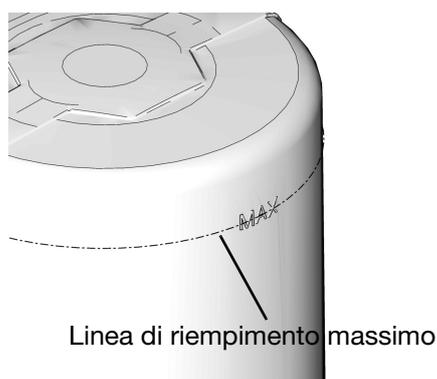

FIG. 24
- Non riempire eccessivamente (FIG. 24).